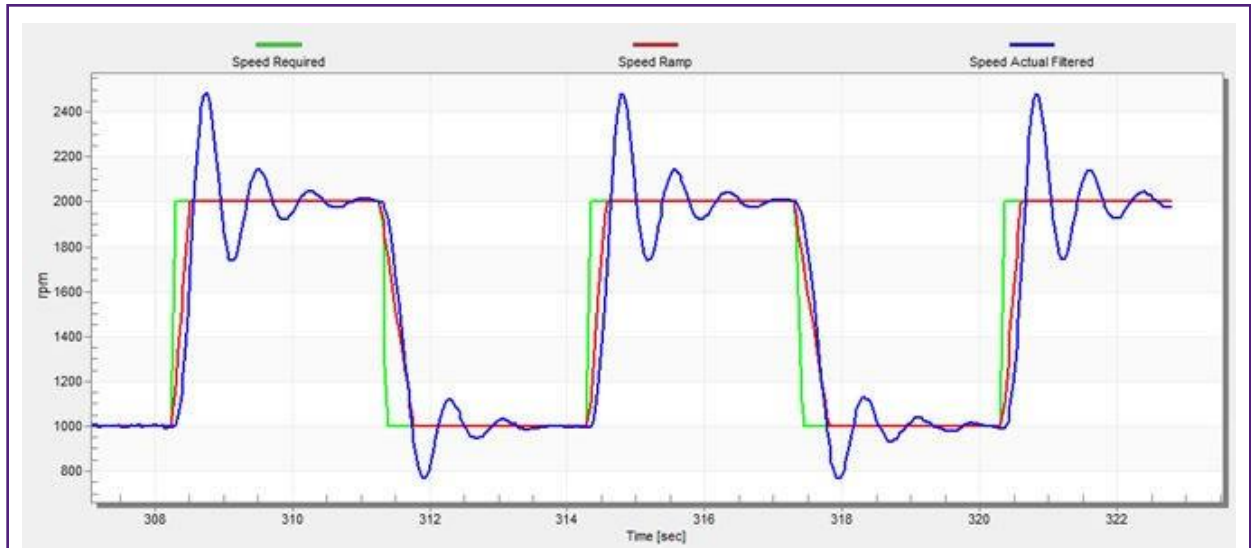

图24. 速度控制器响应——SL\_Kp 值低，速度实际滤除过冲很大
- $SL\_Kp$  值较低，实际过滤速度过大，不需要较长的稳定时间（见图24）。